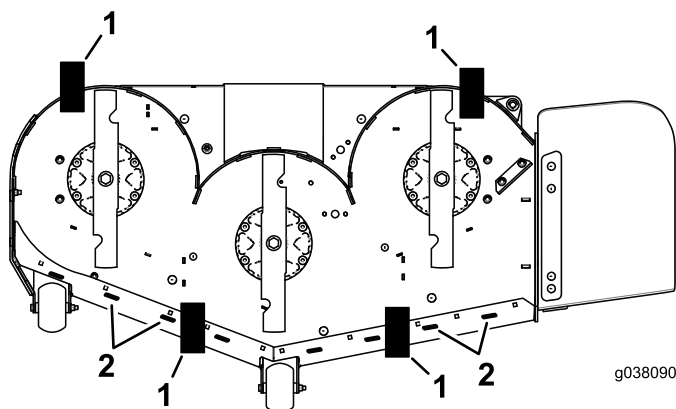

Figura 97
10. Coloque 2 bloques (ver Altura de bloque y soporte) debajo del borde trasero del faldón de la carcasa de corte, uno en cada lado de la carcasa de corte (Figura 97).